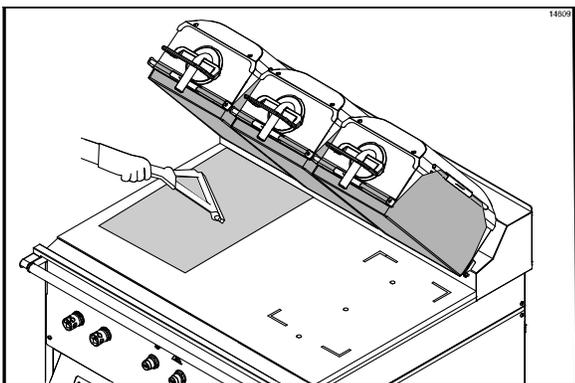

Figura 18
9. Use el escurridor para parrillas para expulsar suavemente las burbujas de aire, asegurándose de no doblar o arrugar la hoja antiadherente. (Vea la figura 18.)